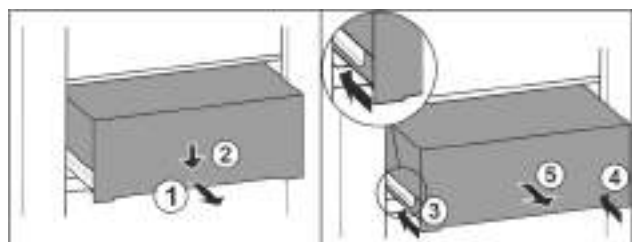

Fig. 189
- Вытяните выдвижной ящик наполовину. Fig. 189 (1)
- Вдавите выдвижной ящик в передней части вниз. Fig. 189 (2)
- Задвиньте левую направляющую прим. на 2 см. Fig. 189 (3)
- Задвиньте правую направляющую прим. на 2 см. Fig. 189 (4)
- Извлеките выдвижной ящик движением вперед. Fig. 189 (5)